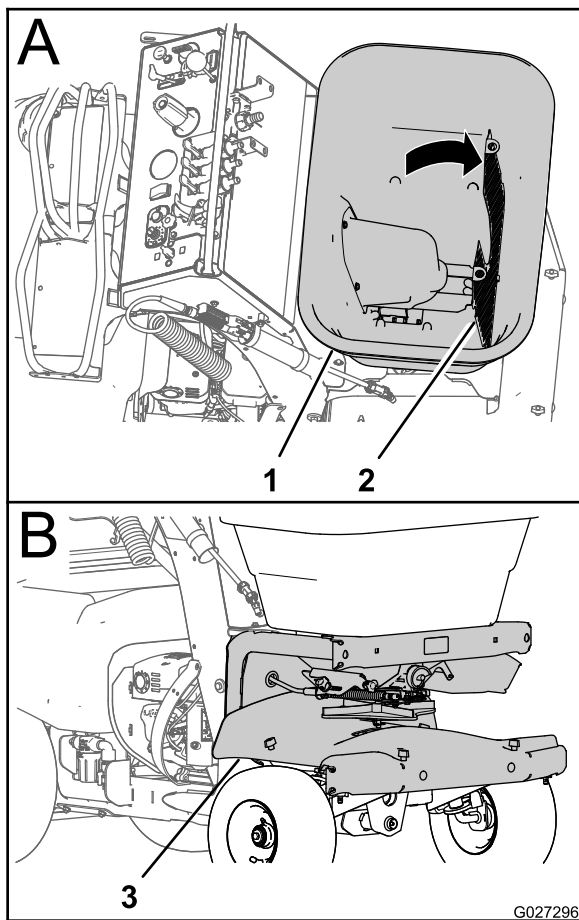

Figure 37
4. À l'aide d'un tuyau d'arrosage, lavez entièrement l'intérieur et l'extérieur de l'épandeur à l'eau propre (Figure 37).
- Pivotez le filtre de la trémie vers le bas (Figure 37).